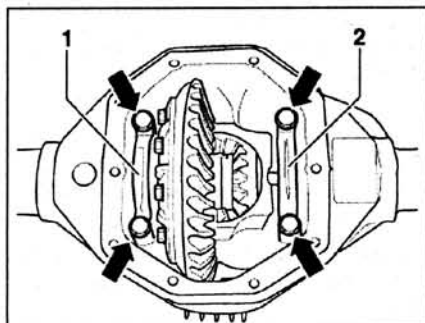

Рис. 4.82. Пометьте установочное расположение обеих крышек подшипников 1 и 2 и снимите их
4. Пометьте установочное расположение обеих крышек подшипников 1 и 2 и снимите их (стрелки) (рис. 4.82).